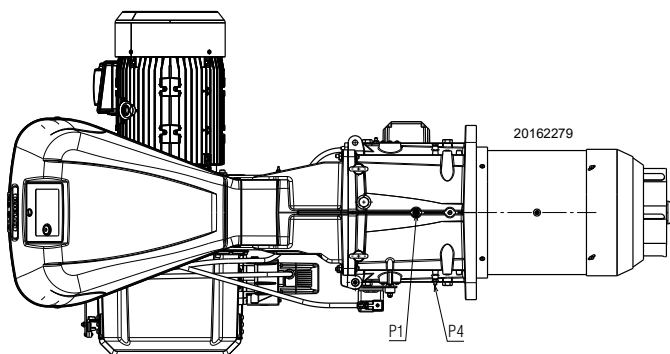

Abb. 22
Gasdruck, gemessen am Anschluss P1)(Abb. 22) unter folgenden Bedingungen:
- vom Gasdruck am Anschluss P1) (Abb. 22) den in der Brennkammer vorhandenen Druck abziehen.
$$\begin{aligned} \text{Gasdruck an der Entnahmestelle P1) (Abb. 22)} &= 27,6 \text{ mbar} \\ \text{Druck in der Brennkammer} &= 2 \text{ mbar} \\ 27,6 - 2 &= 25,6 \text{ mbar} \end{aligned}$$
Um hingegen den am Anschluss P1)(Abb. 22) erforderlichen Gasdruck zu ermitteln, nachdem die MAX. Leistung festgelegt wurde, bei der Brenner arbeiten soll:
- Rechts, in Spalte 1, den Druck am Anschluss P1) (Abb. 22) ablesen.
Erforderlicher Druck am Abnahmeanschluss P1) (Abb. 22).